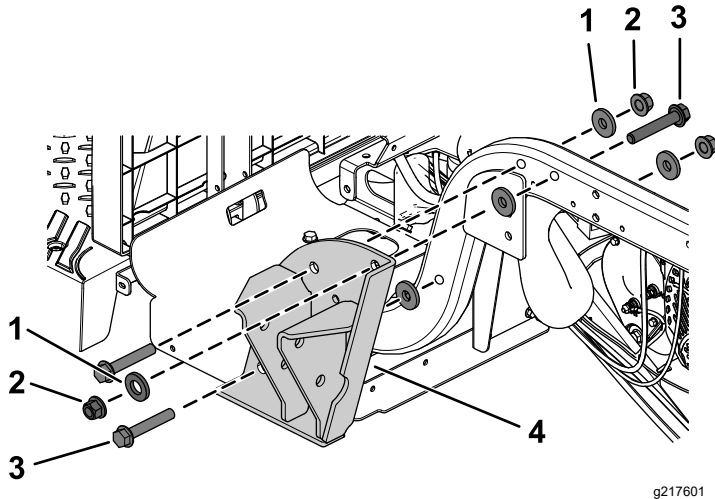

Figura 25
1. Montate una staffa del ROPS utilizzando 3 bulloni a testa flangiata ($\frac{1}{2}$ " x 3"), 5 rondelle piane ($\frac{1}{2}$ ") e 3 dadi di bloccaggio ($\frac{1}{2}$ ") come illustrato nella Figura 25.
Nota: Assicuratevi di installare le 2 rondelle piane ($\frac{1}{2}$ ") sul lato esterno, come illustrato nella Figura 25.